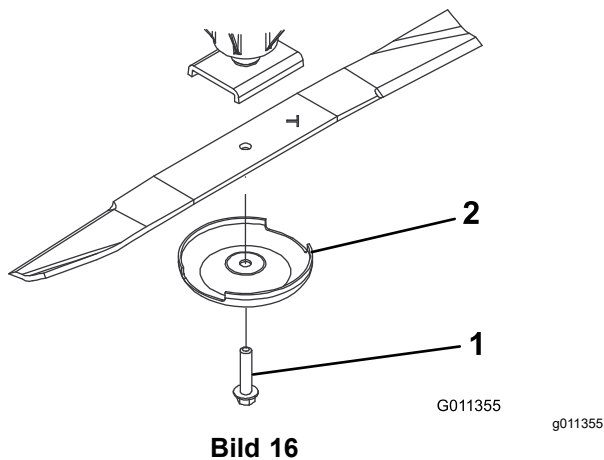

Bild 16
3. Entfernen Sie die Messerschraube, die Antiskalpierkuppe und das Messer von der Spindelwelle (Bild 16).